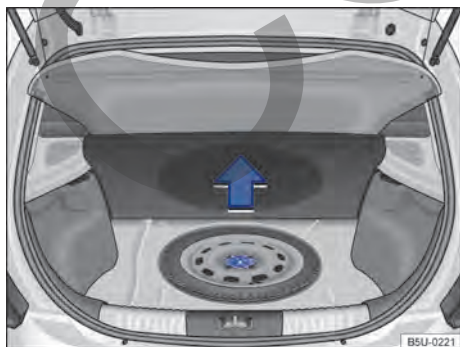

Fig. 142 En el maletero, por debajo del revestimiento del piso: rueda de emergencia y herramientas de a bordo.
Las herramientas de a bordo y la rueda de emergencia están ubicadas en el maletero, debajo de la alfombra → fig. 142.
- Levantar el revestimiento del maletero → fig. 142.